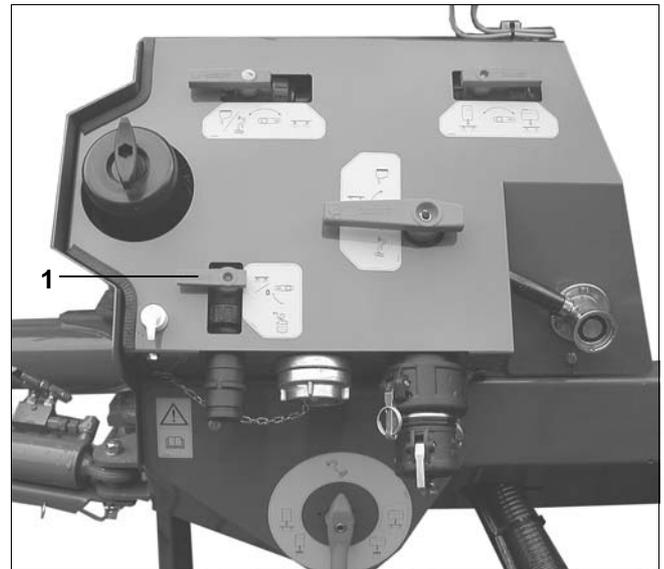

Fig. 10.7
- Mehr-Wege-Umschalthehne in dargestellte Position verschwenken (Fig. 10.7).
- 2-Wege-Hahn (Fig. 10.7/1) um 90° verschwenken bis die gewünschte Menge Spritzmittel angesaugt ist.
- 2-Wege-Hahn (Fig. 10.7/1) einmal kurz zum Nachsaugen öffnen.